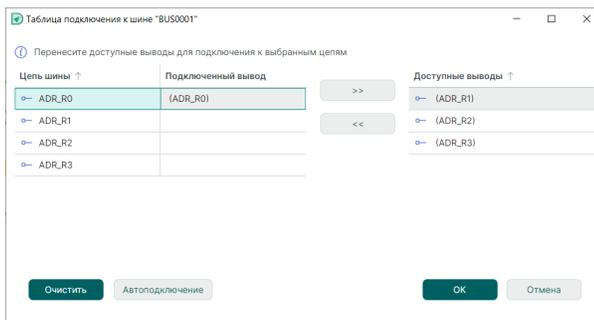

Рис. 196 Соответствие между цепью и выводом установлено
2. Нажмите на кнопку  «Добавить вывод», расположенную в центральной части окна. Будет установлено соответствие между выводом и цепью, см. Рис. 196.